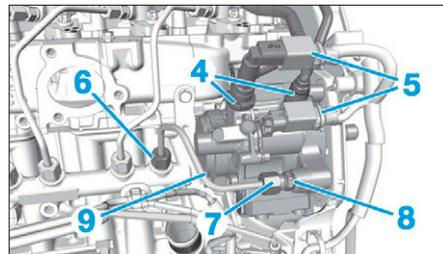

FIG. 40
- Désaccoupler et écarter les tuyaux (4) (Fig.40).